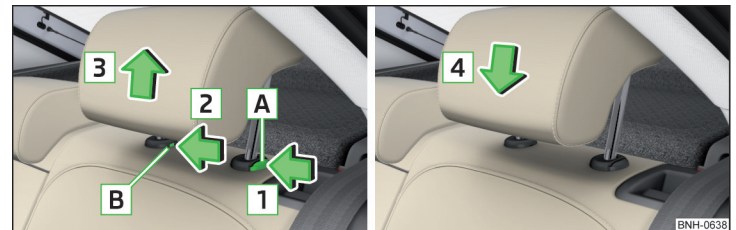

Abb. 73 Kopfstütze hinten herausnehmen/einsetzen
- Zum **Herausnehmen** die Sicherungstaste **A** in Pfeilrichtung **1** halten, gleichzeitig mit einem Schlitzschraubendreher (mit einer Breite von max. 5 mm) die Sicherungstaste in der Öffnung **B** in Pfeilrichtung **2** drücken und die Stütze in Pfeilrichtung **3** herausnehmen » **Abb. 73**.